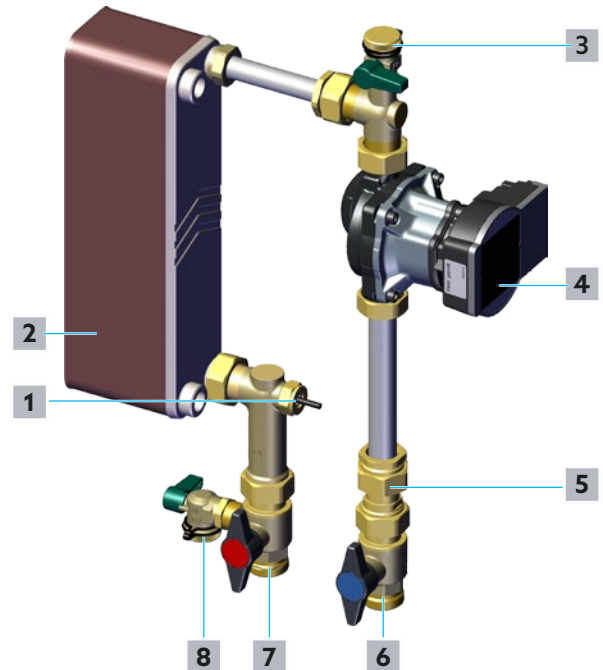

Abb. 18: Speicherkreis Befüllen und Entlüften
- 1 Öffnen Sie langsam den Absperrkugelhahn Vorlauf Speicherkreis (siehe Position 7 in Abb. 18 auf Seite 23 und Position 2 in Abb. 2 auf Seite 11).
- 2 Schrauben Sie die Verschlusskappe des KFE-Kugelhahns Speicherkreis Rücklauf ab (siehe Position 3 in Abb. 18 auf Seite 23 und Position 9 in Abb. 2 auf Seite 11).
- 7 Öffnen Sie langsam den Absperrkugelhahn Rücklauf Speicherkreis (siehe Position 6 in Abb. 18 auf Seite 23 und Position 9 in Abb. 2 auf Seite 11).